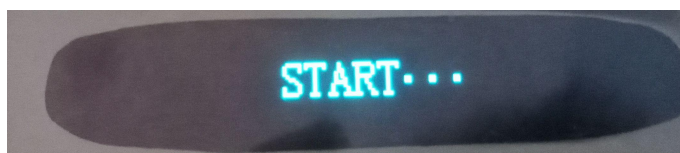

图2-2
A. 打开电源, 出现启动界面(图2-2)
B. 启动成功后, 显示待机界面, 包含内容: (图2-2)